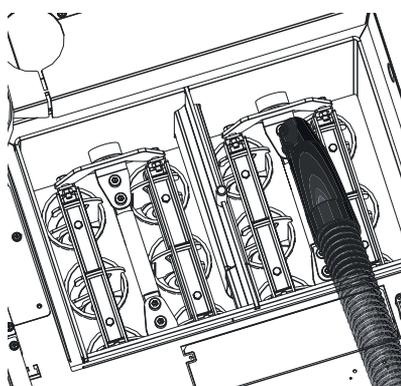

Fig. 52 Asche aussaugen
- ▶ Asche aus den Nachheizflächen saugen – Fig. 52.